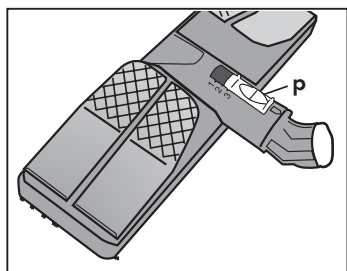

Fig. 13
- placer le levier (p) dans la position 1 ASSEMBLING (Fig. 13);